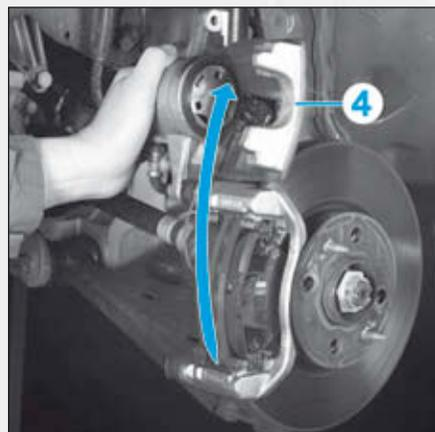

FIG.4
- Pivoter l'étrier (4) de frein vers le haut (Fig.4).